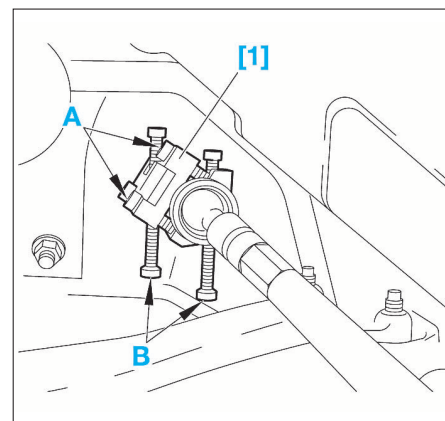

FIG. 10
- Positionner l'outil [1] sur la crémaillère, du côté gauche, afin que ses appuis rotulés prennent appuis sur le berceau (Fig.10).